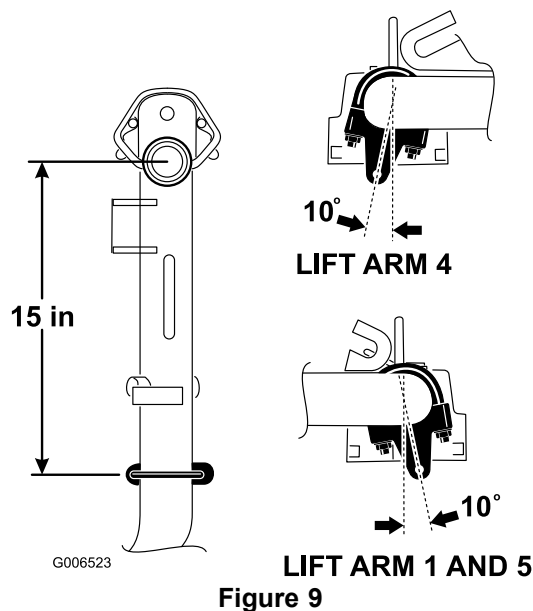

Figure 9
1. Sur les bras de relevage n° 1, 4 et 5, positionnez les supports de chaînes et les étriers filetés à 381 mm derrière l'axe du pivot (Figure 9). Sur les bras de relevage n° 1 et 5, tournez les supports vers la droite de 10° degrés par rapport à la verticale (Figure 9). Sur le bras de relevage n° 4, tournez le support vers la gauche de 10° degrés par rapport à la verticale (Figure 9).